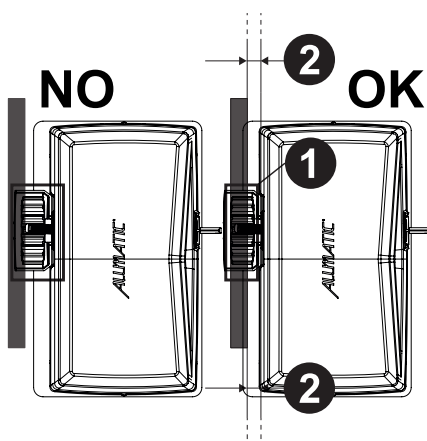

Fig.8
Para fijar el motor a la contraplaca, inserte y apriete las 4 tuercas (Fig. 5). Coloque el motor en paralelo con la puerta y con el engranaje debajo del bastidor como se muestra en la Fig. 8.
- 1 WARNING! Position the motor with the pinion under the rack as shown in figure 8